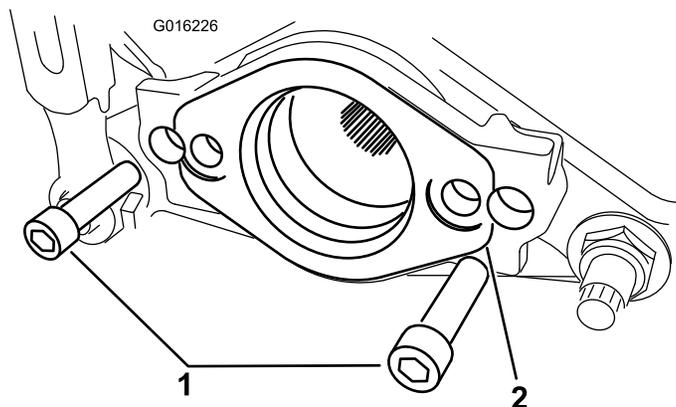

図 5
9. トリフレックスにこのキットを取り付ける場合には、モータマウントをカッティングユニットに固定しているボルト2本を取り外す。モータマウント取り付け部を取り外す 図 5。